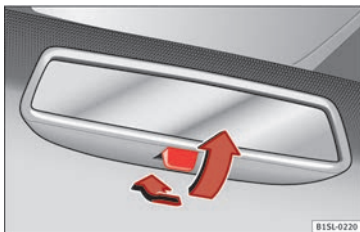

Bild 146 Backspegelns manuella avbländningsfunktion
- Dra spaken bakåt för att välja bländskyddsfunktionen » **bild 146**.